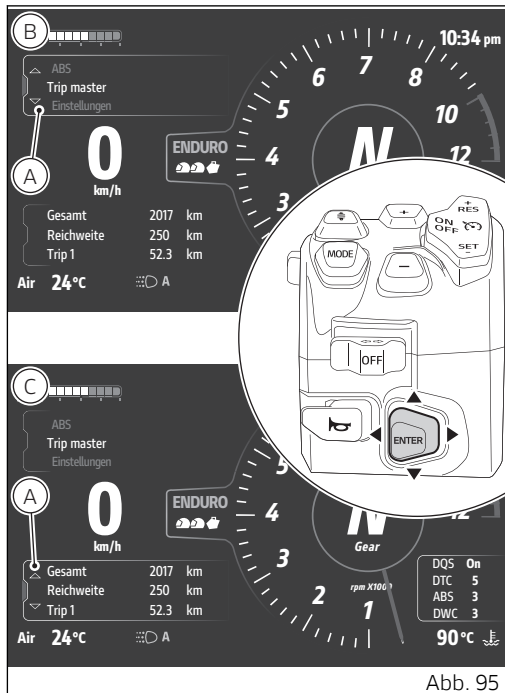

Abb. 95
Das jeweils gewählte Menü wird mit der aktiven Umrandung (A, Abb. 95) angezeigt und der Joystick kann dann für das Surfen und den Dialog im bzw. mit dem Menü verwendet werden.
- ist aktuell das Interactive menu gewählt, den Joystick lange in die Position ▼ drücken, um die Markierung auf "Informationen" (C, Abb. 95) zu verschieben;
(B, Abb. 95) zu verschieben.